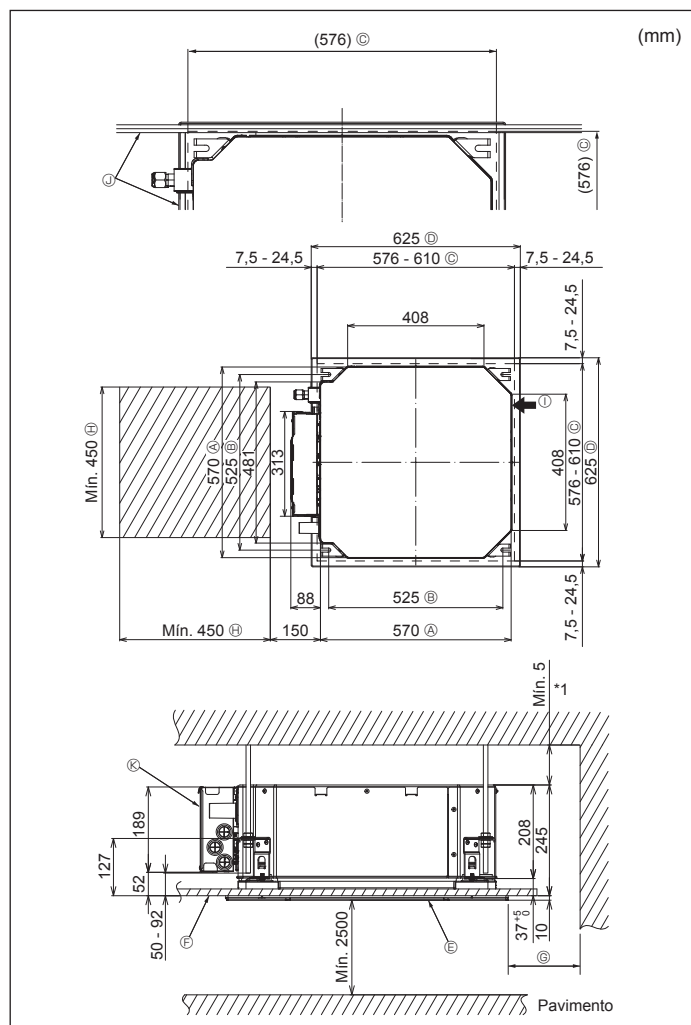

Fig. 2-2
2.2. Locais das aberturas no teto e da instalação dos parafusos de suspensão (Fig. 2-2)
- (A) Face exterior da unidade principal